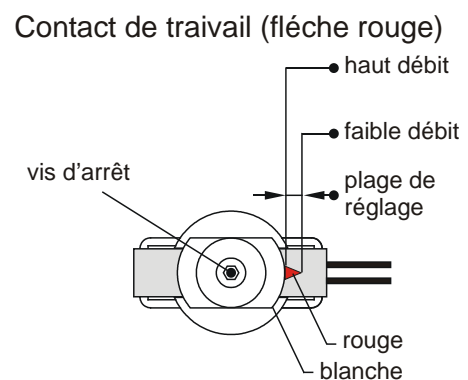
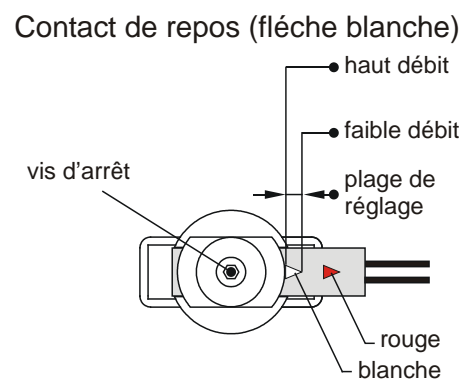

Fig. 18
Fig. 19
- Puis dévisser la vis d'arrêt (à six pans creux SW2,5 pour les modèles en laiton ou en acier spécial, et / ou cruciforme pour les modèles en plastique) et déplacer l'unité de commutation jusqu'à ce que la flèche rouge soit visible à l'entrée du guidage de l'unité de commutation si un contact de travail est désiré (→ Fig. 18) et la flèche blanche si un contact de repos désiré (→ Fig. 19).